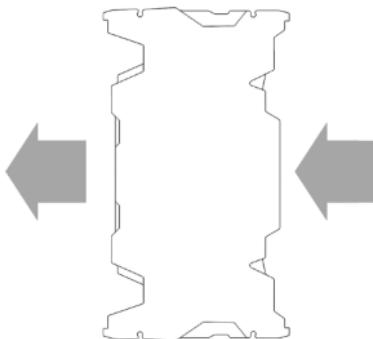

Рис. 10
- 2) Установите устройство на крышку процессора. На Рис. 10, предполагаемая ориентация выхода воздушного потока. Более длинная часть тела радиатора должна находиться сзади.